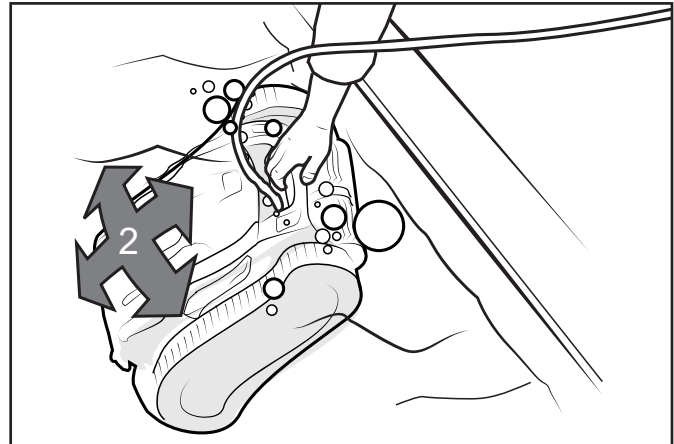

Figura 6. Sumerja el limpiador hasta el fondo de la piscina
3. Compruebe que la unidad se hunda hasta el fondo de la piscina y no flote (Figura 6).